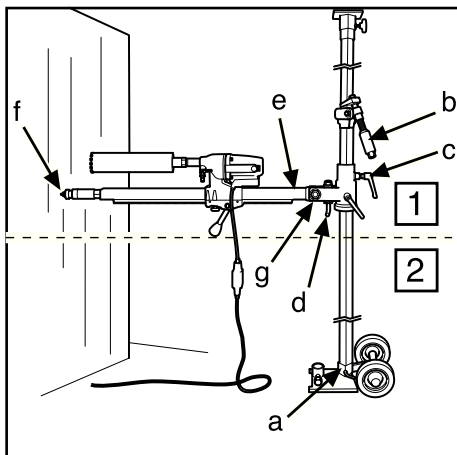
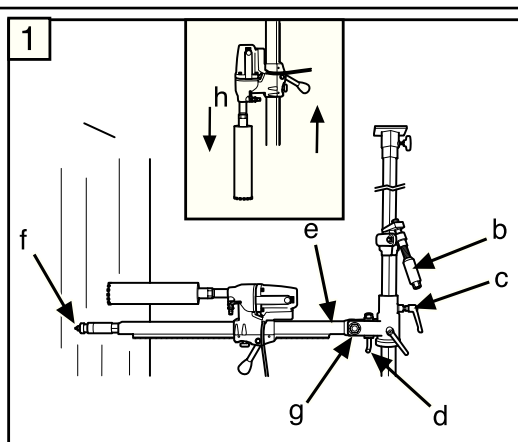
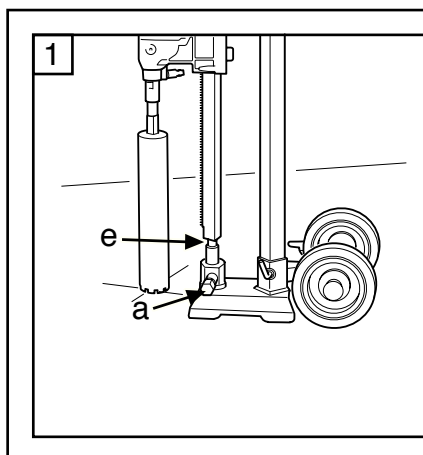

Рис.3
Рис.4
Рис.10
2. Разместите опорную плиту у стены на расстоянии длины сверлильной колонки, винт штатива должен быть ввинчен. Для бурения на высоте до 1.5 м внешняя труба опорной колонки должна быть снизу, а для бурения выше 1.5 м от пола опорную колонку переверните. Убедитесь, что опорная колонка зажата в опорной плите зажимным болтом (A) (рис. 3, 5).
3. Разожмите опорную колонку в потолок, выбрав для зажима ближайшее отверстие во внутренней трубе. Зафиксируйте положение, вращая рукоятку (B) и винт в торце ключом на 24 мм. Не зажимайте слишком сильно.
4. Ослабьте зажим (C) и поверните сверлильную колонку. Отпустите ручку (D) и наклоните колонку
5. Установите мотор (DMS160) на сверлильную колонку (Рис. 4) (H).
6. Установите сверлильную колонку с мотором в желаемое положение к стене. Зафиксируйте ее рукояткой (C) (Рис. 3,4)
7. Поднимите сверлильную колонку и закрепите ее ручкой (D) и гайкой (G) (рис. 3, 4). Если угол бурения не кратен 90°, отпустите ручку (D), установите сверлильную колонку на заданный угол и затяните гайку (G) ключом на 30 мм (Рис. 3, 4).
- Сверлильная колонка может быть повернута на 360° и зафиксирована в любом положении шестигранным ключом на 8 мм (E) (рис. 3, 4).
1. Соберите стенд согласно инструкции. Сложите сверлильную колонку так, чтобы упор колонки (F) (Рис. 10) вошел во втулку (A) (Рис. 11). Затяните контргайку (G) ключом на 30 мм (Рис. 4) и зафиксируйте ручку (C) (Рис. 4).